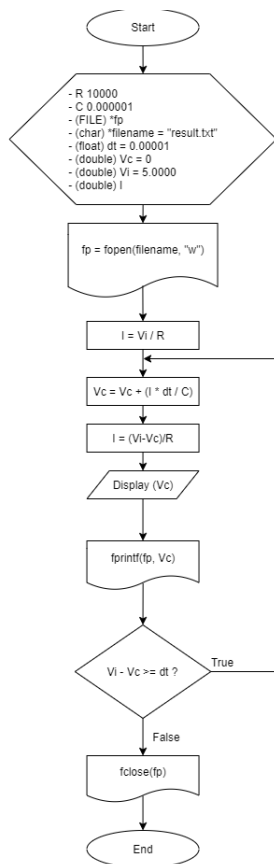

Fig. 2. Flowchart program menghitung RC step response
Berdasarkan flowchart pada Fig. 2, pertama dilakukan inisialisasi terlebih dahulu. Nilai R dan C ditentukan dengan menggunakan preprocessor directive `#define` sedangkan untuk variabel lain diinisialisasi sebagai variabel global. Selanjutnya, dilakukan pembuatan file untuk menampung data hasil perhitungan tegangan kapasitor untuk setiap hasil iterasi. Lalu, inisiasi nilai arus awal sebagai pembagian tegangan sumber dengan resistor. Selanjutnya, masuk ke dalam tahap iterasi dari program, karena menggunakan `do..while`, maka statement pada body loop dilakukan minimal sekali sehingga, V_c pada kondisi inisial ditentukan dengan nilai arus (I) awal sebelumnya. Selanjutnya setelah merubah nilai tegangan kapasitor, maka dilakukan juga perubahan nilai arus sehingga untuk setiap iterasi nilai tegangan kapasitor dan nilai arus diperbaharui dan juga dilakukan penulisan tegangan kapasitor ke file eksternal.